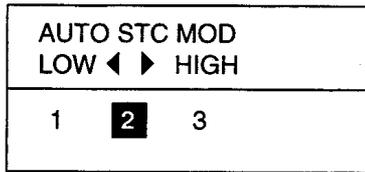

Figura 1-8 Cuadro para el ajuste automático del STC
1. Pulsar la tecla [STC] una o dos veces para abrir el cuadro de la Figura 1-8.